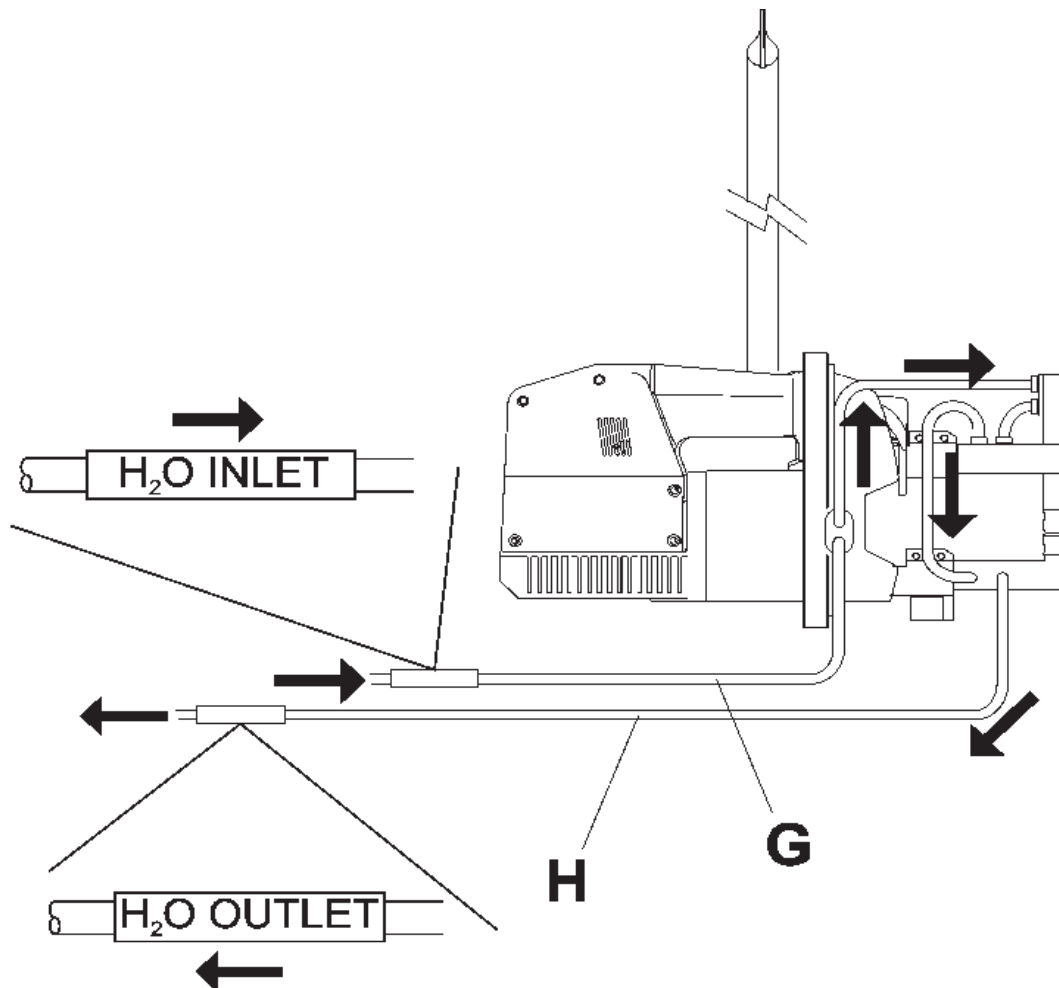

Fig. 1
Für die korrekte Kühlung der Maschine werden 150 l/h sauberes Wasser mit Vorlauftemperatur von max. 30 °C benötigt. Beim Anschluss ist darauf zu achten, dass in den Schläuchen kein Schmutz und keine Verpackungsreste sind. Den Wasserzugang am Vorlauf H2O INLET (G) anschliessen, sodass das kalte Wasser sofort die leicht erhitzen Maschinenteile erreichen kann. Das warme Wasser, das die Zange gekühlt hat, geht vom Auslaufrohr H2O OUTLET (H) aus. Vorlauf- und Auslaufrohre sind mit Etiketten gekennzeichnet (Fig.1)